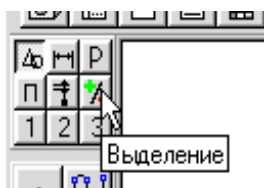
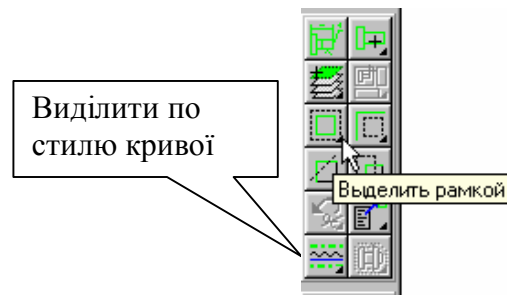
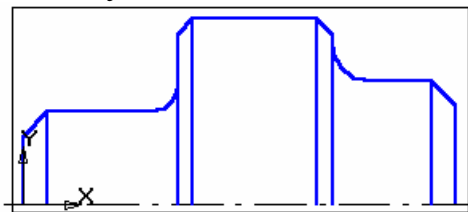

Рис. 2.32.
Рис. 2.33.
Рис. 2.34.
6. Дзеркально відобразити зображення щодо осі. Для цього виділіть дане зображення, виключивши вісь. Натисніть кнопку *Виділення*, рис. 2.32, а потім *Виділити рамкою*, рис. 2.33.
Підведіть курсор до зображення, натисніть ліву кнопку миші і, не відпускаючи її, вкажіть другий кут рамки, рис. 2.34, відпустіть кнопку миші. Виділене зображення змінить колір. Можна виділити необхідне зображення інакше: командою *Виділити – За стилем кривої – Основна*, або кнопками *Виділення – За стилем кривої – Основна*, рис. 2.32, 2.33. Натисніть кнопку *Редагування*, а потім *Симетрія*. Вихідних об'єктів повинно бути 2.